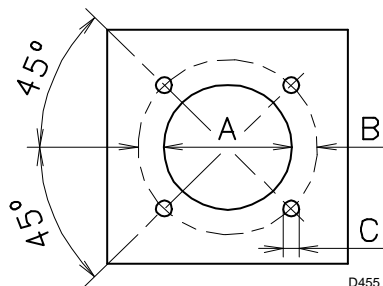

Fig. 6
4.3 Placa de caldera (Fig. 6)
Taladrar la placa de cierre de la cámara de combustión tal como se indica en (Fig. 6). La posición de los orificios roscados puede marcarse utilizando la junta aislante que se suministra con el quemador.